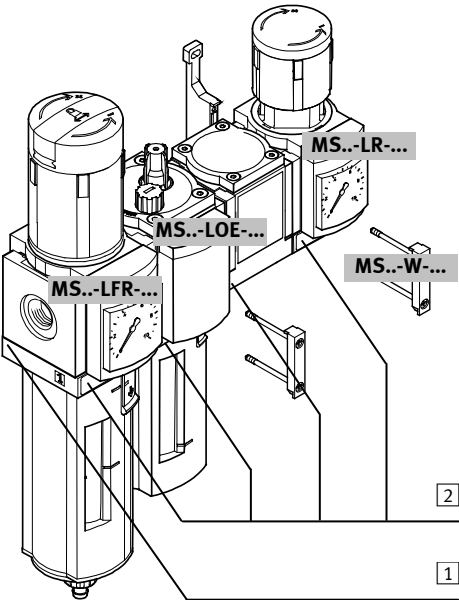

Рис. 1 / Bild 1
- MSB...-.... обозначается следующим образом (см. рис.1):
- Beteckningen MSB...-... anges enligt följande (se bild 1):